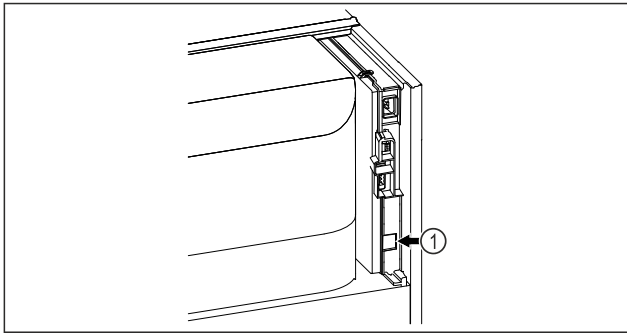

Fig. 139
- SmartModule Fig. 139 (1) er indsat.